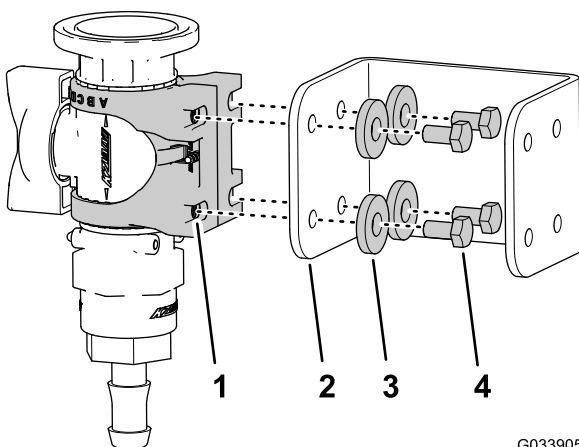

Figure 12
3. Montez le support de vanne sur la patte de fixation de la vanne de commande (Figure 12) à l'aide de 4 boulons (6 x 12 mm) et 4 rondelles plates ; serrez les boulons à un couple de 10 à 12 N·m.